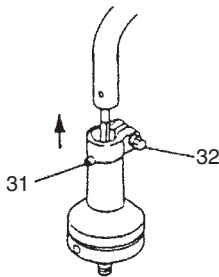

Fig. 27
**Eje de distribución flexible (Fig. 27)**